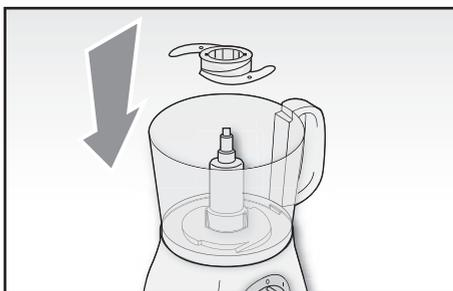

Fig. 5
Montare la lama per tritare/sminuzzare (E) sul supporto lama (D). Le fessure presenti al centro della lama devono essere rivolte verso l'alto e coincidere con le tacche presenti sul supporto lama. Premere la lama sul supporto lama (Fig. 5).